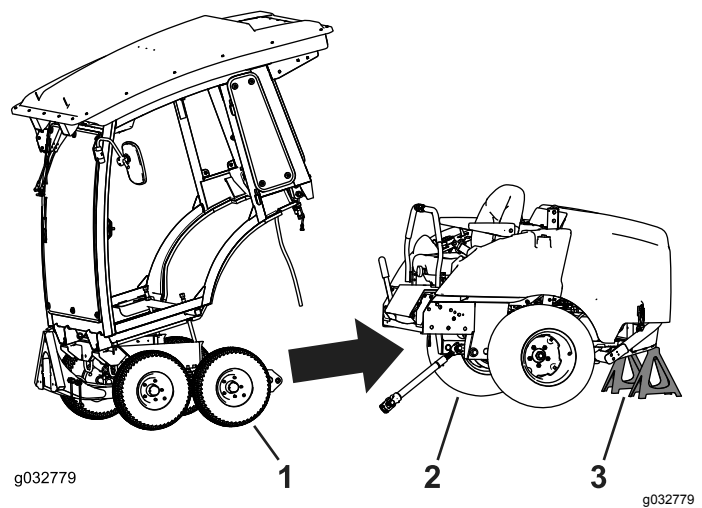

Figura 68
1. Alinhe a estrutura de inverno com a estrutura da máquina e role-a para trás (Figura 68).
3. Utilize macacos para suportar a máquina (Figura 68).